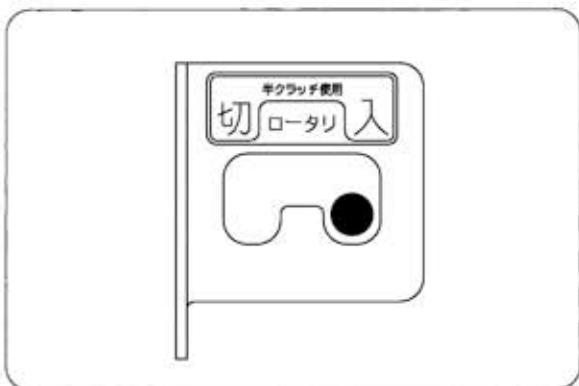

図38
- ①ロータリチェンジレバーを【入】位置に入れます。（図38）
②主変速レバーを希望の位置に入れ、主クラッチレバーを【切】位置にすると発進します。